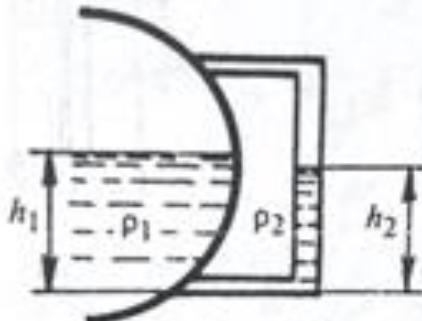

Рис.1
7.На структурной схеме измерения расхода по перепаду давления на СУ (рис.1.) цифрой «2» обозначен:
9. Схема какого уровнемера представлена на рис.1